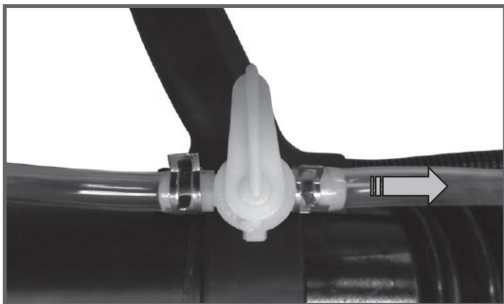

Рис.37
- Отсоедините ведущий к соплу выпускной шланг для подачи жидкости от вентиля подачи раствора (рис. 37).